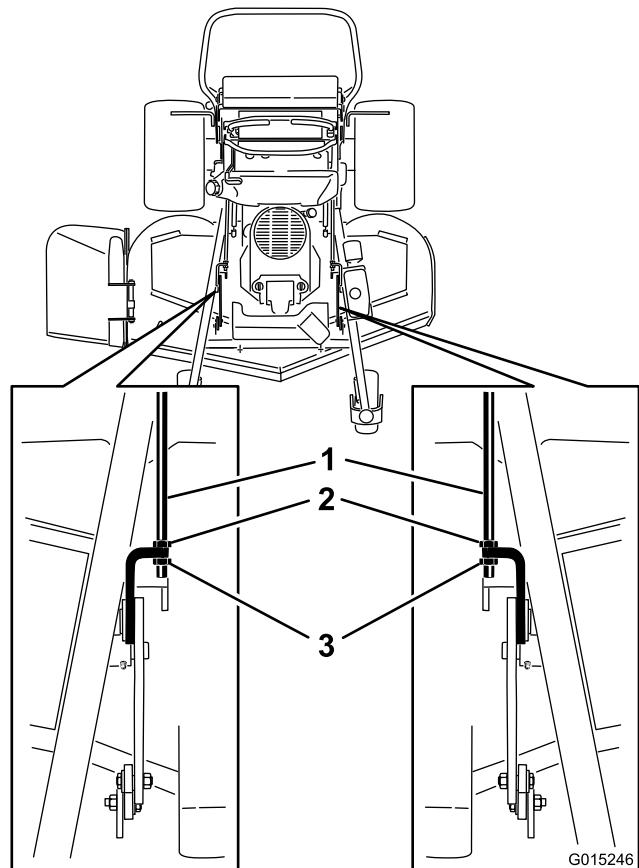

図 86
2. 調整ロッドの前後についているナットを両方ともゆるめる（図 86）。
3. 3 個の角材が安定してデッキを支えるようになる（図 86）。刈り込みデッキの後ろ側リップは、前側リップよりも 6mm 低く作られている。
6. 寸法が正しくない場合には、前後どちらかのナットを使って正しく調整する（図 86）。